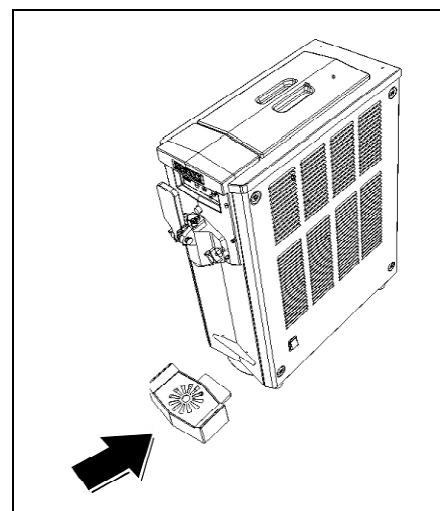

Fig. 34
- Rimontare la vaschetta raccogli gocce (fig.34).